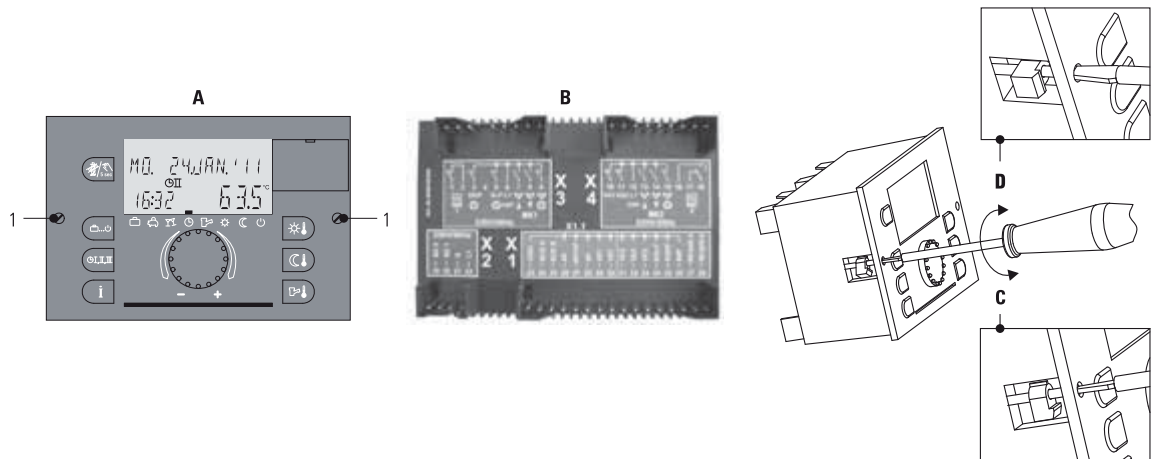

Bild 3-3 Zentralgerät ein-, ausbauen
- Befestigungsriegel (Pos. 1, Bild 3-3) gegen den Uhrzeigersinn in Montageposition drehen.